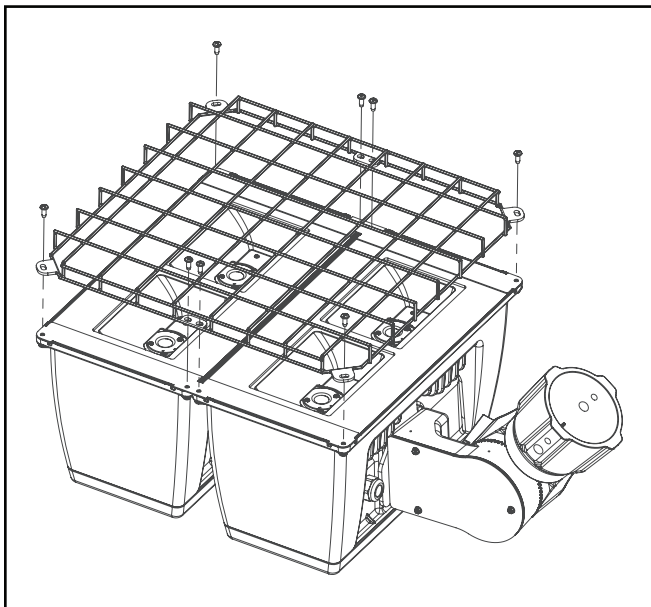

Figure 5
Grille de protection (Figure 5).
1. Desserrez et retirez les (8) vis hexagonales 10-24 sur la partie frontale du luminaire et conservez-les pour vous y référer ultérieurement.
2. Alignez la grille de protection avec les quatre trous de la partie supérieure de l'attache de la lentille. (Figure 5).
3. Resserrez les (8) vis hexagonales 10-24 de l'étape 1 sur la partie frontale du luminaire.